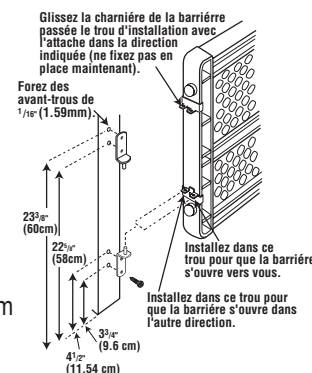

Figure 9
- Poser les deux charnières de barrière sur le côté charnière de celle-ci (Fig. 9). Fixer la charnière inférieure à l'aide de vis de 1,5 cm (5/8 po). Ne pas fixer la charnière supérieure pour le moment.
- Fixer les deux charnières à vantail sur le montant de porte avec quatre vis de 1,5 cm (5/8 po) comme l'indique la figure 9.
- Placer la charnière inférieure de la barrière sur la charnière à vantail inférieure. Pour faire pivoter la barrière vers soi, utiliser le trou de la charnière de barrière situé le plus près de soi (Fig. 9). Pour faire pivoter la barrière dans le sens opposé à soi, utiliser le trou de la charnière de barrière situé le plus loin de soi. **Ne pas faire pivoter la barrière au-dessus d'un escalier.** Glisser la charnière de barrière sur le dessus de la barrière jusqu'à la charnière à vantail, puis fixer la charnière de barrière supérieure sur la barrière avec une vis de 1,5 cm (5/8 po).